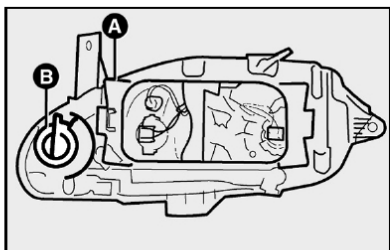

fig. 30
1) remover a tampa plástica para ter acesso à lâmpada deslocando a trava **A-fig. 30**;
2) retirar o porta-lâmpadas **B-fig. 30** girando-o no sentido anti-horário;